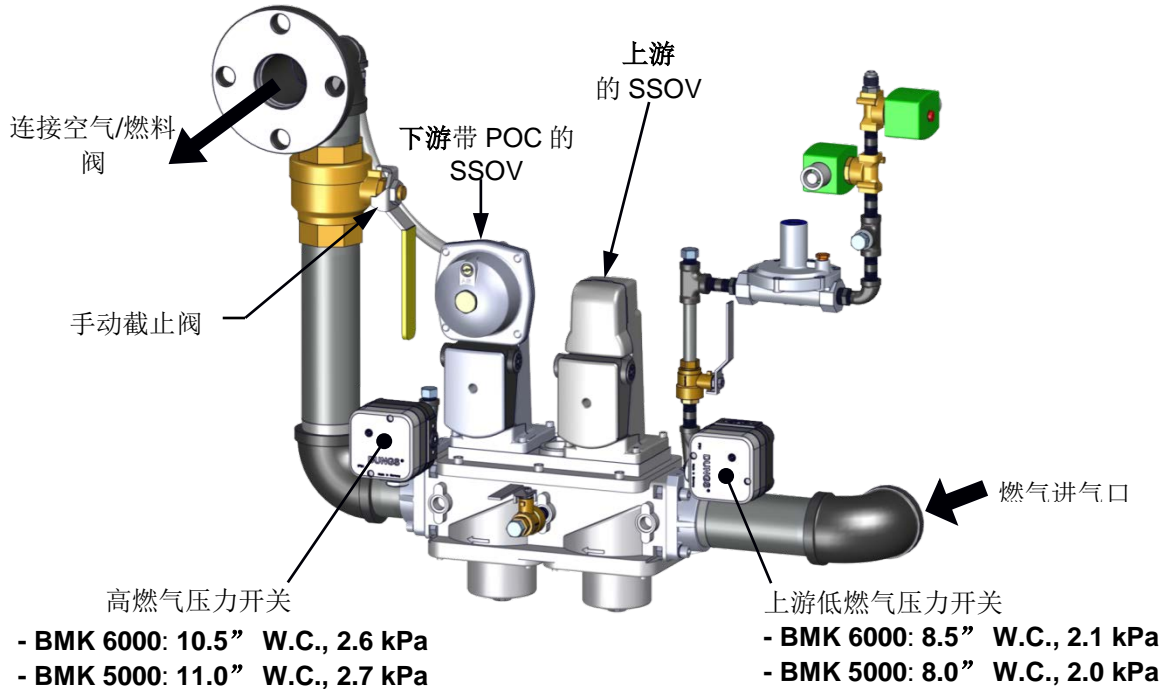

图 3-1: SSOV位置
2. 设备将进行检查，以确保下游安全截止阀 (SSOV) 中的关闭确认 (POC) 开关处于关闭状态。有关 SSOV 位置，请参阅图 3-1。